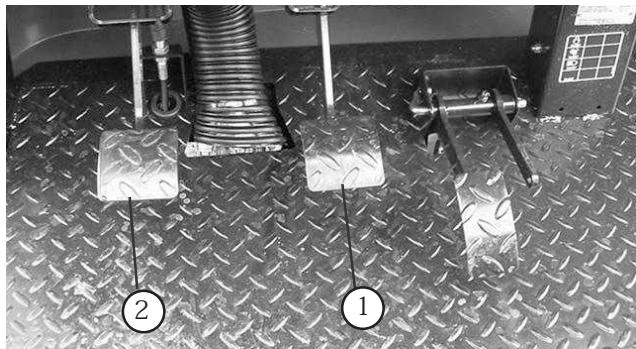

図 61
2. ブレーキペダル (図61)を持ち上げてフレームに接触させる。
3. ブレーキペダル(図61)を持ち上げてフレームに接触させる。